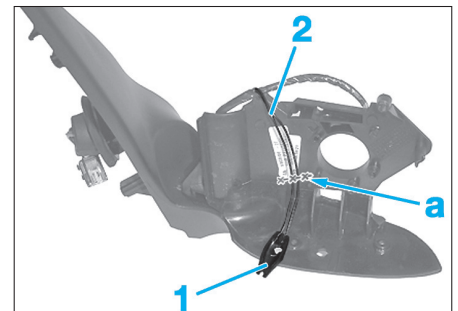

Fig. 35
- Débrancher la sonde de température extérieure (1) (Fig.35).
- Couper les fils (2) de la sonde de température extérieure (1) (en a).
- Déposer la sonde de température extérieure (1).